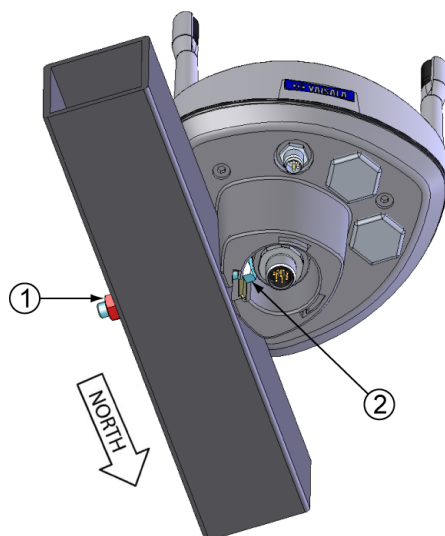
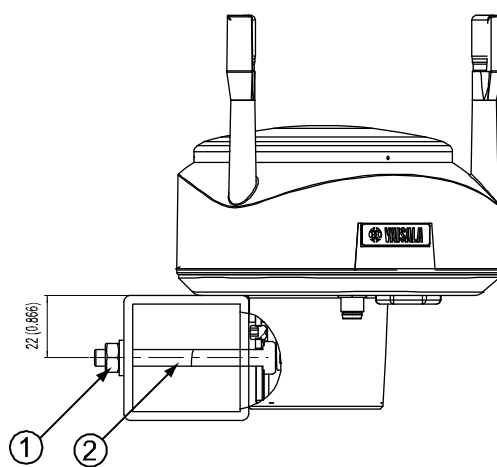

図 13 WMT52 をクロスアームに取り付け
図 14 クロスアーム取り付けボルトの配置
3. 取り付けボルト (M6 DIN933) とナットを用いて、図のようにセンサをクロスアームに取り付けます。33 ページの 図 13 と 33 図 14 を参照してください。